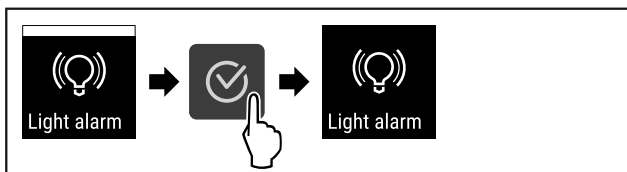

Fig. 98
- ▶ Izvedite zahtevane korake (glejte Fig. 98) .